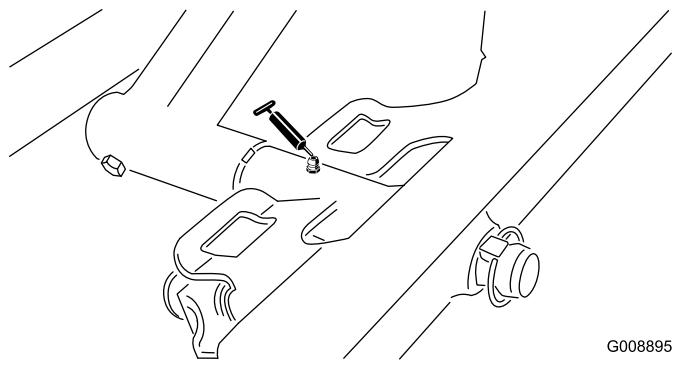

Figura 61
- Perno dell'apparato di taglio anteriore (Figura 61)